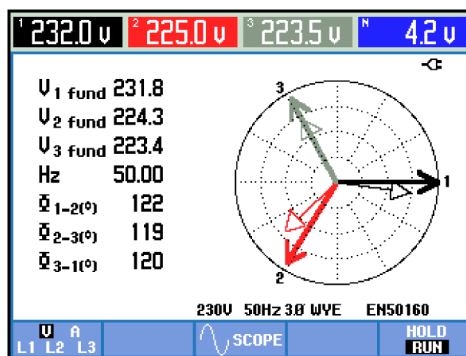

図 6-3. 正しく接続された本器のベクトル図
電圧リード線と電流クランプが正しく接続されているかどうかを調べるには、スコープ波形とスコープ相の画面が便利です。図 6-3 の例に示したように、ベクトル図で時計周り方向に見ていくと、相電圧と相電流 L1 (A)、L2 (B)、L3 (C) が順に表示されています。